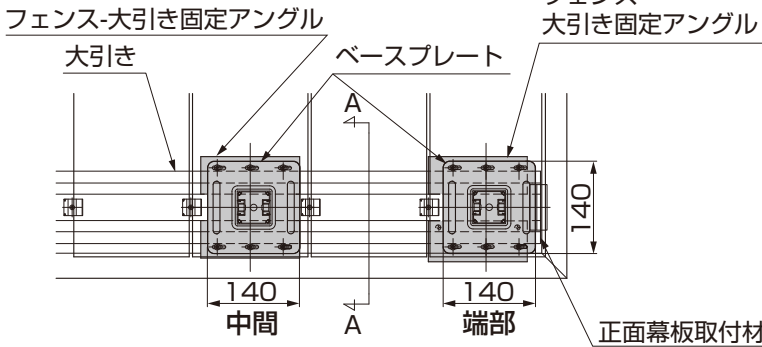
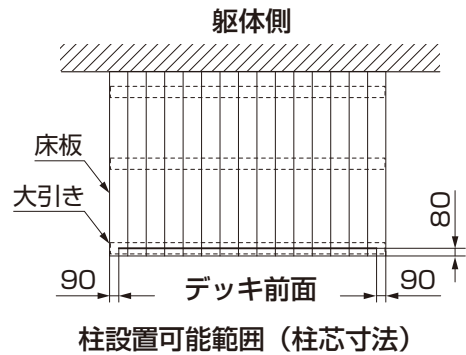
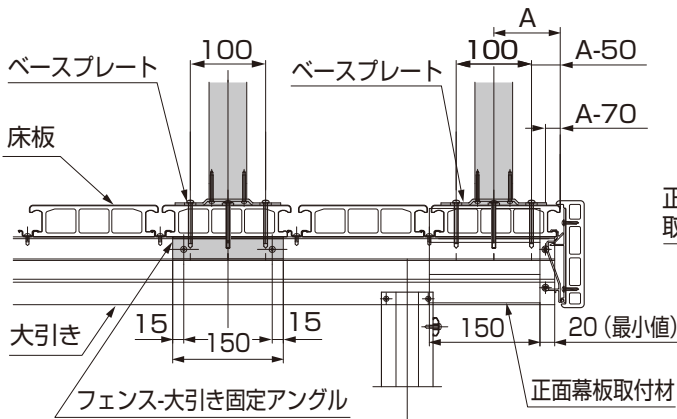
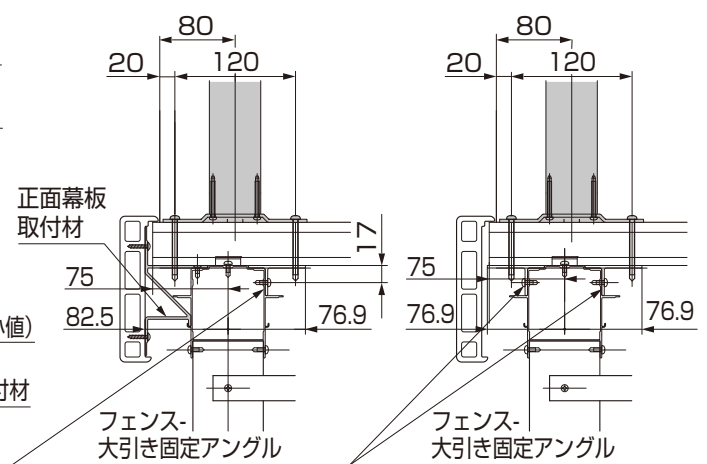

図3-7
図3-8
図3-9
図3-10 A-A矢視図
- デッキの中間部に立てる場合、端部に立てる場合には、図3-7、図3-8、図3-9、図3-10を参照して取付けてください。
- 図3-9のA寸法値の最小値は90mmです。
- 図3-9のA寸法の最大値は、フェンス-大引き固定アングルに手が届く約400mmの範囲内で自由に設定することができます。
- ②ネジ位置をマーキングしてください。
- ③マーキングした床板に、φ5.5の下孔をあけてください。(※1)
- ④大引きにフェンス-大引き固定アングルを、[5-1]で取付けてください。
- ⑤ベースプレートを[5-2]で、床板の下の正面幕板取付材またはフェンス-大引き固定アングルまで取付けてください。
(3) 側面床板固定の場合